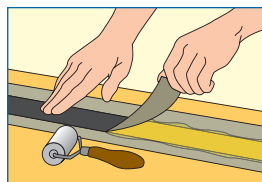

Figure 4
- Retirer la feuille de protection au fur et à mesure de l'application (**Fig. 4**) ;